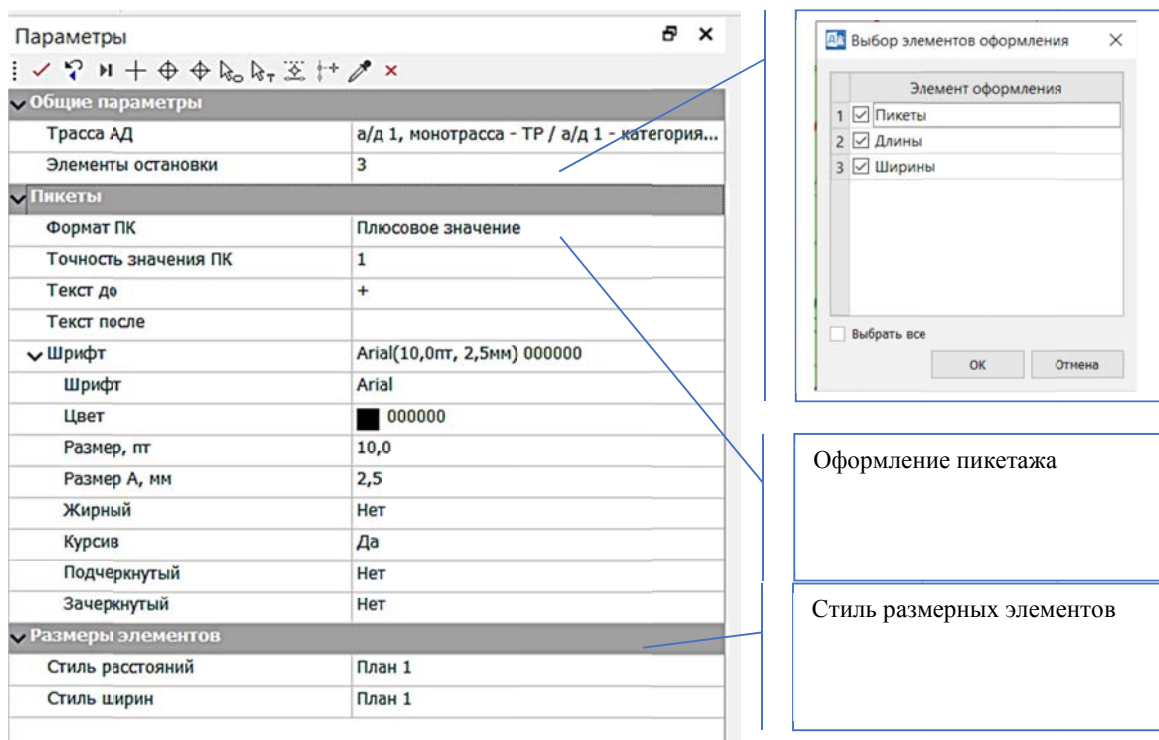

Рис. 5.6. параметры оформления автобусной остановки
5. Выполните оформление запроектированной остановки с помощью команды ОФОРМИТЬ АВТОБУСНУЮ ОСТАНОВКУ, задайте необходимые настройки и отображение размерных линий (рис. 5.6).